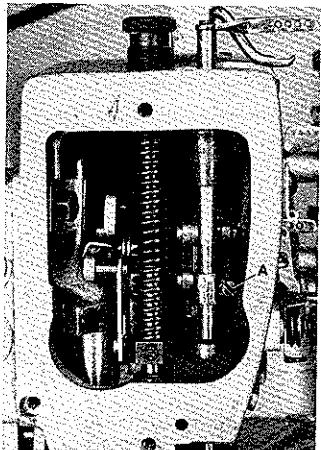
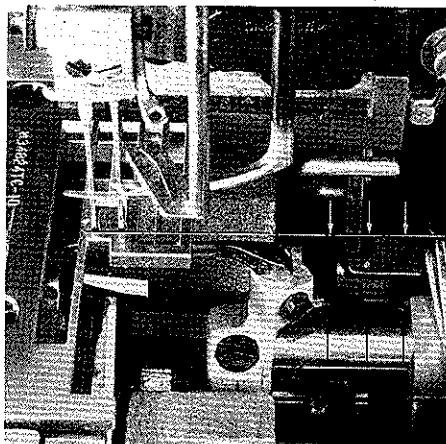
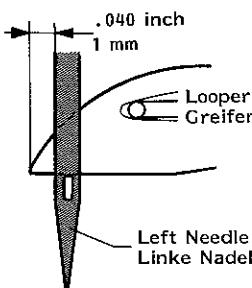

Fig.16
Fig.17
Fig.19
3. Loosen screw (A, Fig.16) and turn needle bar as required, so the needles center in the needle holes of throat plate and are parallel to the looper shaft (see Fig.17). This can be checked by holding a ruler against the needles.*
4. Retighten screw (A, Fig.16).
The height of needle bar is correct, when the looper point at its travel from right to left is 1 mm (.040 in) left of the left needle (see Fig.19) and the top of the needle eye is flush with the underside of the looper. For adjustment loosen screw (A, Fig.16) and move needle bar up or down as required. Retighten screw (A). Care should be taken not to disturb the alignment of the needle bar when making this adjustment.
- * The needle bar can also be aligned and set to height without removing the Metering Device. For this, remove plug (Q, Fig.56) in the head cover plate to have access to screw (A, Fig.16) in the needle bar connection. Remount the plug.
3. Lösen Sie die Schraube (A, Fig.16) und drehen Sie die Nadelstange so, daß die Nadeln mittig in die Stichlöcher der Stichplatte einstechen und parallel zur Greiferwelle stehen (siehe Fig.17). Dies kann durch Anlegen eines Lineals an die Nadeln geprüft werden.
4. Ziehen Sie die Schraube (A, Fig.16) wieder an.
Die Nadelstangenhöhe ist richtig eingestellt, wenn die Greiferspitze bei ihrem Weg von rechts nach links 1 mm links der linken Nadel steht (siehe Fig.19) und Oberkante Nadelöhr und Unterkante Greifer in gleicher Höhe stehen. Lösen Sie für diese Einstellung die Schraube (A, Fig.16) und schieben Sie die Nadelstange nach Bedarf nach oben oder unten. Ziehen Sie die Schraube (A) wieder an.
- * Die Nadelstange kann auch ohne Abbau der Zumeßeinrichtung (Metering Device) ausgerichtet und auf Höhe eingestellt werden. Entfernen Sie dazu den Verschlußstopfen (Q, Fig.56) in der Kopfdeckelplatte, damit die Schraube (A, Fig.16) im Nadelstangen-Mitnehmer zugänglich wird. Montieren Sie den Verschlußstopfen wieder.